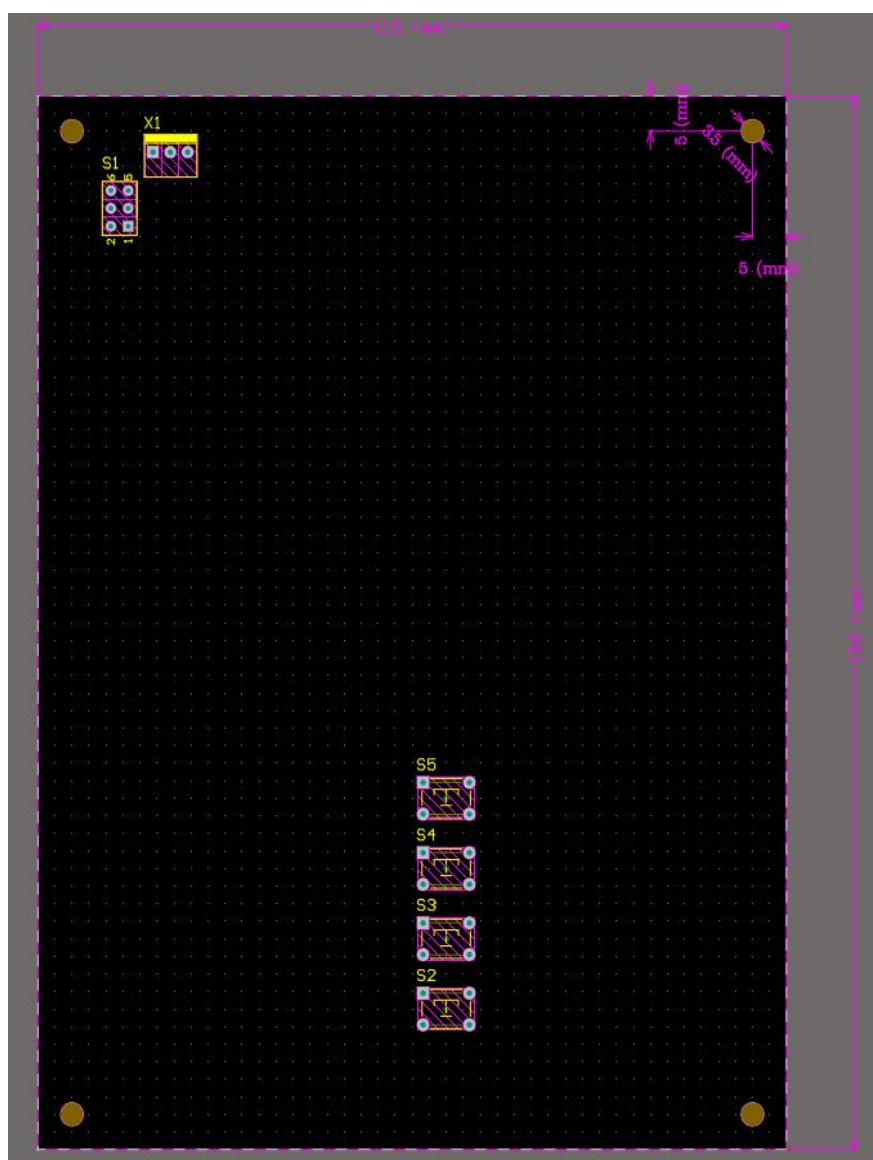

图 5 PCB 布局示意图
- 1) 单面底层布线PCB，其外形按图5所示尺寸设计。
- 4) 按图5完成以下元件布局：S1及X1等相对参考位置如图5，其余元件参赛者自行布局，IC电源去耦电容须摆放在其引脚附近。